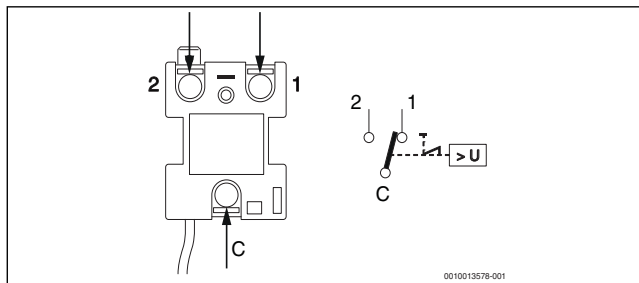

Fig. 1 Tilkobling av sikkerhetstemperaturbegrenseren
- ▶ Koble om trådene til termostaten på den nye termostaten (→ fig. 1)